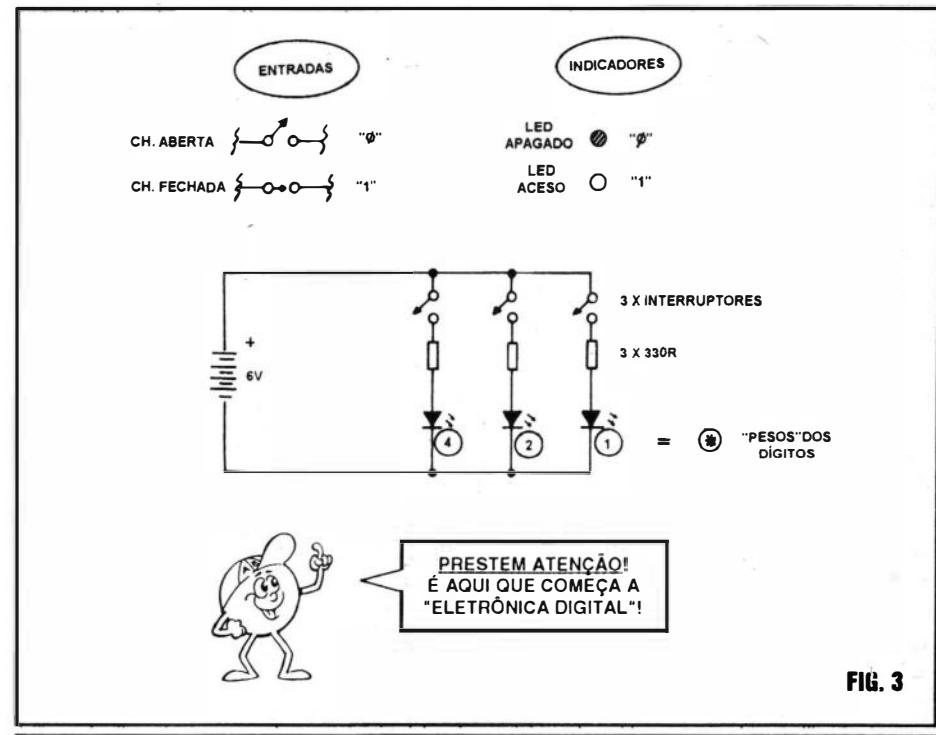

FIG. 3
-FIG.3-EXPERIÊNCIAS DE “CASAMENTO” ENTRE A ELETRÔNICA E A NOTAÇÃO BINÁRIA...- Sempre lembrando que - nas nossas analogias - consideramos um **interruptor aberto** como “0”, e um **interruptor fechado** como “1”, e também um **LED apagado** como “0” e um **LED aceso** como “1”, o Leitor/ “Aluno” poderá, facilmente,